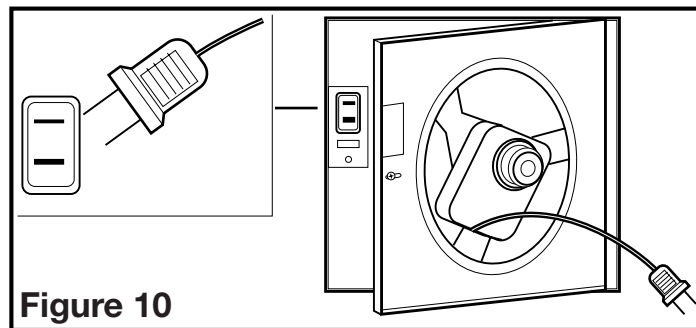

Figure 10
1. Réinstaller le venturi du ventilateur en le tenant à un angle d'environ 45 degrés, accrocher les deux onglets sur le venturi dans les fentes sur le cabinet et fixer en place en serrant les vis du venturi. Faire tourner la roue de la soufflante à la main pour s'assurer qu'elle tourne librement. Maintenant, connecter le moteur du ventilateur dans le réceptacle (Figure 10).